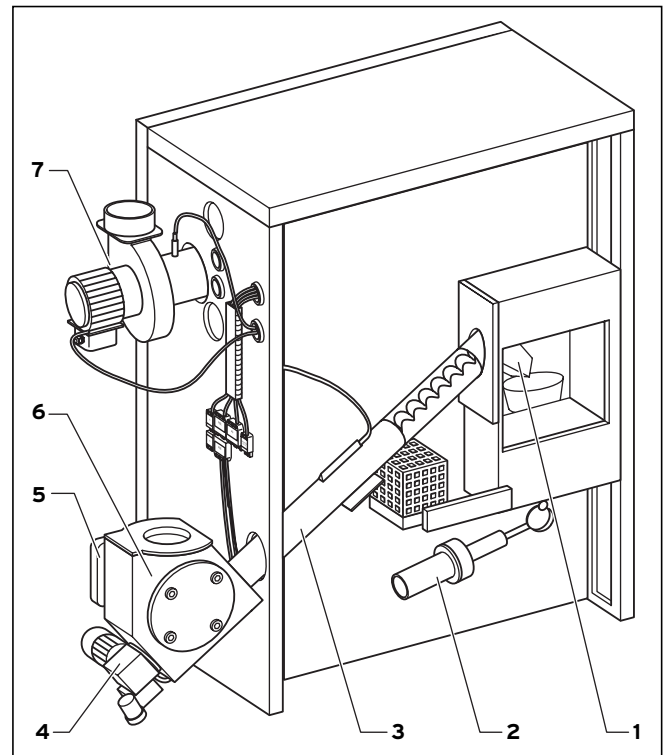

Abb. 2.3 Funktionselemente des Pelletkessels renerVIT mit Schnekenaustragung
Flanschverbindung: Die Flanschverbindung (8) verbindet die Einschubschnecke (3, Abb. 2.3) aus dem Vorratsbehälter mit dem Fallschacht (1) des Pelletkessels.